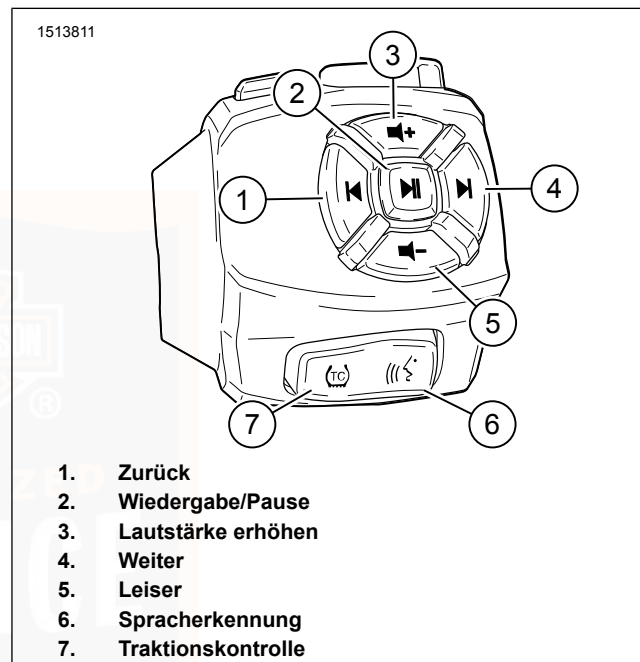

Abbildung 36. RHCM – unten
Siehe Abbildung 36. Die „Zurück“-Taste (1) drücken, um die vorherige Mediendatei auszuwählen.
Siehe Abbildung 36. Die „Weiter“-Taste (4) drücken, um die nächste Mediendatei auszuwählen.
Siehe Abbildung 36. Die „Wiedergabe/Pause“-Taste (2) drücken, um die aktuelle Mediendatei wiederzugeben oder anzuhalten.
Siehe Abbildung 36. Die „Lautstärke erhöhen“-Taste (3) drücken, um die Lautstärke zu erhöhen.
Siehe Abbildung 36. Die „Lautstärke verringern“-Taste (5) drücken, um die Lautstärke zu verringern.
Siehe Abbildung 36. Die Spracherkennungstaste (6) aktiviert die Spracherkennungsfunktionen an einem angeschlossenen Mobilgerät.
Siehe Abbildung 36. Die Traktionskontrolltaste (7) aktiviert und deaktiviert das Traktionskontrollsystem.
Siehe Abbildung 34 und Abbildung 36 .
Siehe Abbildung 36. Die Spracherkennung kann verwendet werden, um einen Anruf über IM vorzunehmen.
Siehe Abbildung 36. Der Spracherkennungsschalter (6) aktiviert Spracherkennungsfunktionen auf einem angeschlossenen Gerät (sofern unterstützt). Bei angeschlossenem Headset den Spracherkennungsschalter drücken. Sprechen Sie den gewünschten Befehl in das Mikrofon der Sprechgarnitur.